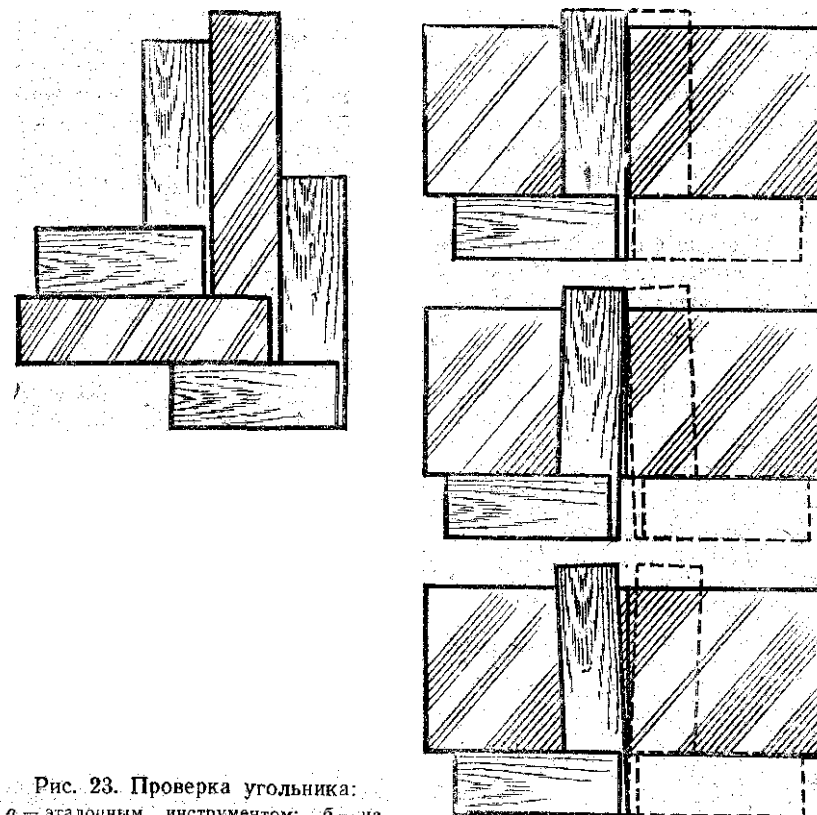

Рис. 23. Проверка угольника:
9. Склеить угольник и проверить его контрольными инструментами и на доске (рис. 23). При необходимости исправить дефекты.